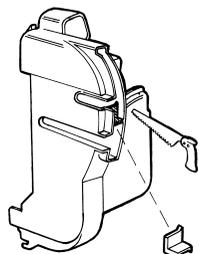

Bild 3
6. Demontieren Sie das Schloß der vorderen Tür und gemäß Bild 3 schneiden Sie eine Strebe an der Plastikabdeckung des Schloßes ein.